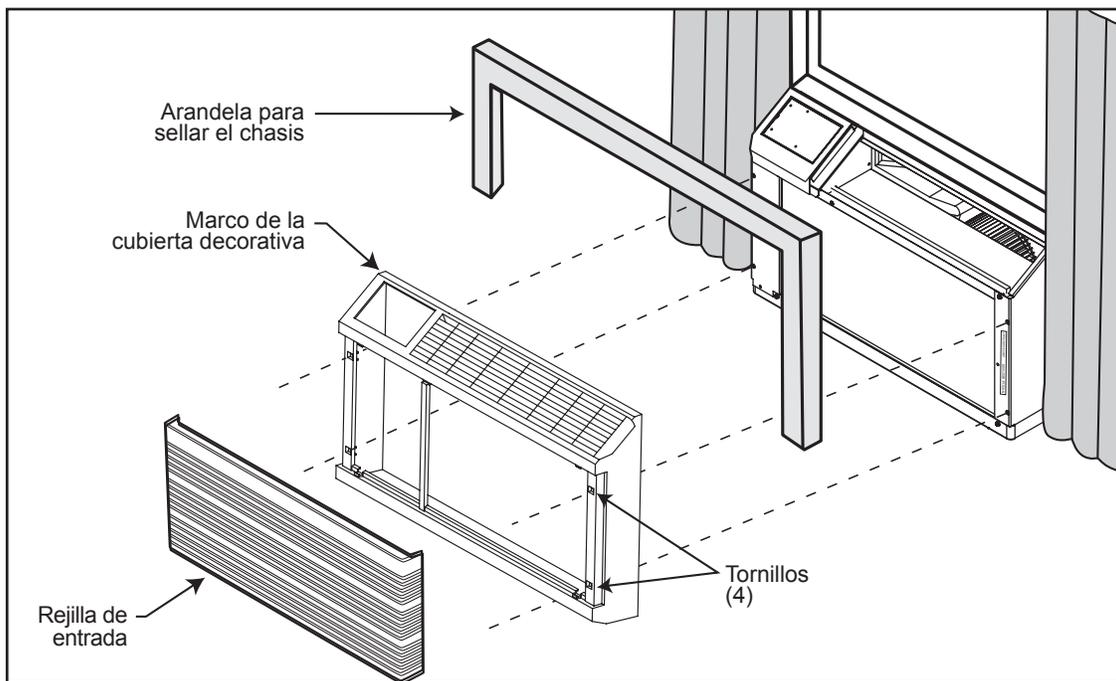

Figura 11
Después de instalar el forro, deslice el chasis dentro del forro hasta aproximadamente 7.62 cm (3 pulgadas) de la inserción completa. Enmasille la junta de sello a una profundidad de 2.54 cm (1 pulgada) entre el chasis y el forro (ver la Figura 11). Cerciórese de instalar la junta comenzando desde la esquina del lado inferior derecho para después extenderla sobre la parte superior y hacia abajo en dirección a la esquina del lado inferior izquierdo. Luego empuje completamente el chasis dentro del forro en toda la distancia de modo que la porción delantera de plástico tope con el borde frontal del forro.
PASO 6 Cogiéndola de las esquinas superiores izquierda y derecha quite la rejilla de entrada del marco de la cubierta decorativa. Tirela hacia afuera hasta que la rejilla se desprenda de los broches que la sujetan en la parte de arriba. Inclínela hacia usted, levántela y sáquela de los broches que la sujetan en la parte de abajo. Instale el marco de la cubierta decorativa en su sitio, sobre la abertura de la base de empotraje y sujétela al CHASIS con cuatro tornillos metálicos, como se muestra en la Figura 11. Coloque la rejilla de entrada poniendo la base inferior de la rejilla en los broches que la sujetan en la parte de abajo. Incline el frente hacia arriba, alejándolo de usted. Presione suavemente en la parte de arriba y la rejilla se colocará ella misma en los broches que la sujetan en la parte de arriba.